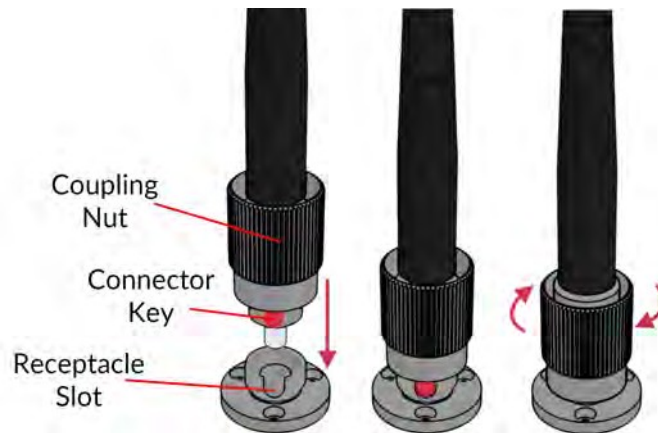

Figure 3.8 : Connecteur FC, Installation de la fibre
2. Avec un connecteur FC, la clé du connecteur doit être orientée de manière à entrer dans la fente du réceptacle pour assurer une connexion adéquate (Fig. 3.8).